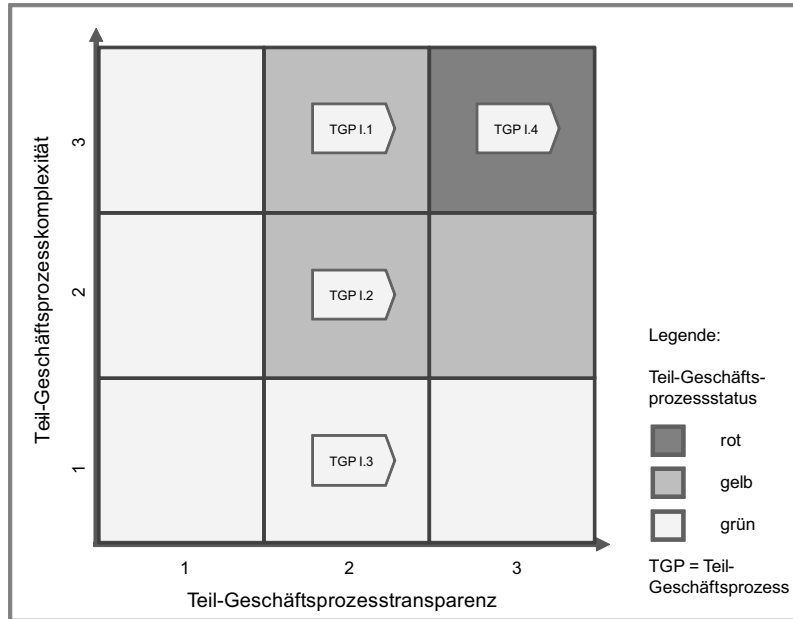
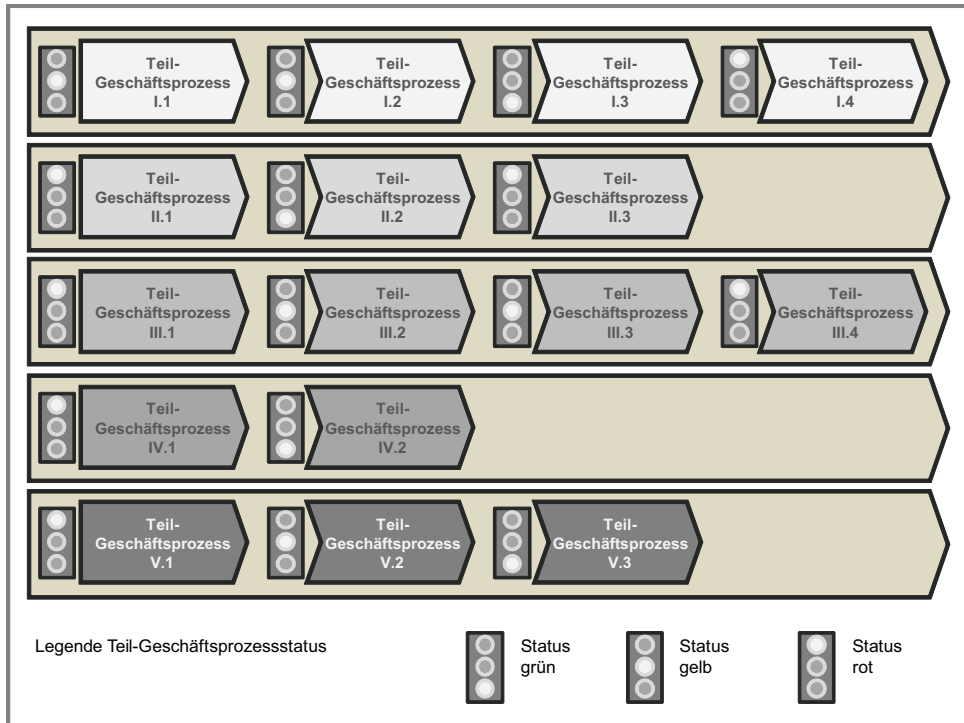

ABBILDUNG 4.8 Ermittlung des Teil-Geschäftsprozessstatus über ein Portfoliodiagramm
ABBILDUNG 4.9 Darstellung des Teil-Geschäftsprozessstatus in der Prozesslandkarte
- grafisch über ein Prozess-Portfoliodiagramm mit den Achsen (Teil-)Geschäftsprozesstransparenz und (Teil-)Geschäftsprozesskomplexität (siehe Abbildung 4.8) ermittelt werden.
Um den Geschäftsprozessesstatus zu ermitteln, tragen Sie beide Indikatoren in einem Prozess-Portfoliodiagramm ein, wie in Abbildung 4.8 dargestellt (zur Erstellung eines Prozess-Portfoliodiagramms siehe Abschnitt 3.10).
In dem Beispiel in Abbildung 4.8 gliedert sich die Diagrammfläche in neun Bereiche, die drei Arealen zugeordnet sind. Das kleinste ist das kritischste und zeigt den Status „rot“ an (akuter Handlungsbedarf, wie im Fall von Teil-Geschäftsprozess TGP I.4 in Abbildung 4.8). Das zweitgrößte Areal entspricht dem Status „gelb“ und das größte dem Status „grün“. Die Geschäftsprozesse, die Sie mit höchster Priorität bearbeiten müssen, finden Sie in der oberen, rechten Ecke des Diagramms. Bei Teil-Geschäftsprozessen in diesem Areal ist die Transparenz gering und die Anzahl der Schnittstellen groß (überspitzt formuliert: Sie wissen nicht, wer was warum tut, vervielfältigen das herrschende Chaos aber über Ihre Schnittstellen und leiten es weiter bis zu Ihren Geschäftspartnern). Den so ermittelten Teil-Geschäftsprozessesstatus stellen Sie wie in Abbildung 4.9 mit einem Ampelsystem in der Prozesslandkarte dar.
Den Geschäftsprozessesstatus können Sie nicht nur grafisch, wie in Abbildung 4.8, ermitteln, sondern auch berechnen (siehe Abbildung 4.6). Dabei gehen Sie wie folgt vor:
Wie Sie sehen, ergeben sich je nach Wahl der Wertebereiche und auch zwischen der rechnerischen und der grafischen Ermittlung des Geschäftsprozessesstatus unterschiedliche Aussagen. Der Teil-Geschäftsprozess TGP I.2 erhält zweimal den Status „gelb“ (grafische Auswertung in Abbildung 4.8 und Beispiel 1) und einmal den Status „grün“ (Beispiel 2). Deshalb müssen Sie im Vorfeld der Auswertung einen sinnvollen Wertebereich festlegen, um eine möglichst objektive Bewertung zu erhalten.